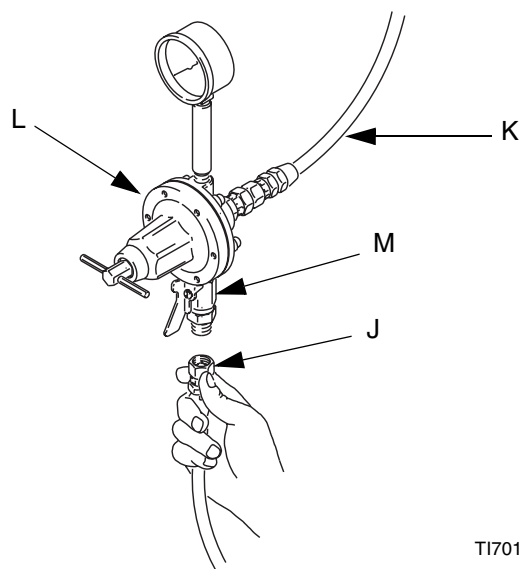

FIG. 9: Conecte la manguera de fluido
Instale un regulador de producto (L) en la línea de fluido para controlar la presión del fluido a la pistola. Vea FIG. 9.
Instale una válvula de cierre del fluido (M) para cerrar el suministro de fluido a la pistola. Vea FIG. 9.
2. Conecte el otro extremo de la manguera de fluido (J) a la salida del suministro de fluido regulado (M). Vea FIG. 9.